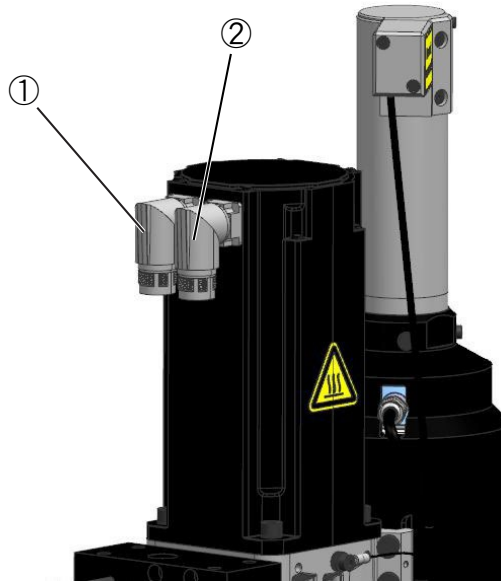

図 11: リニアモーターの接続位置
1. TRT のモーターケーブルのもう一方の端を、リニアモーターのモーター・バスに接続します。(図 11、①)。
3. 制御ケーブルのもう一方の端を、リニアモーターのレゾルババスに接続します。(図 11、②)